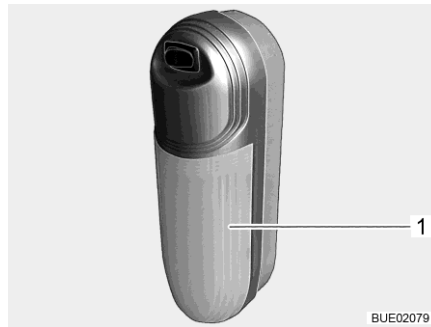

Fig. 317 Lámpara de montaje en superficie
- Apartar la cubierta transparente (Fig. 317,1) ligeramente del interruptor y quitarla.